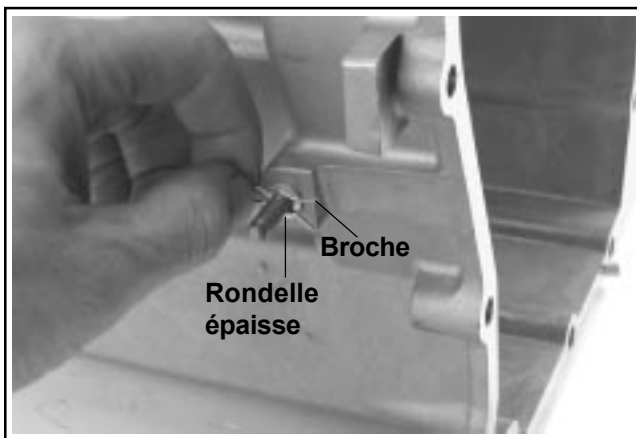

Figure 10-4. Fixation de l'arbre du régulateur.
3. Glisser la rondelle de butée épaisse le plus loin possible sur l'arbre depuis l'extérieur. Attacher en insérant la broche dans la fente. Voir la Figure 10-4.